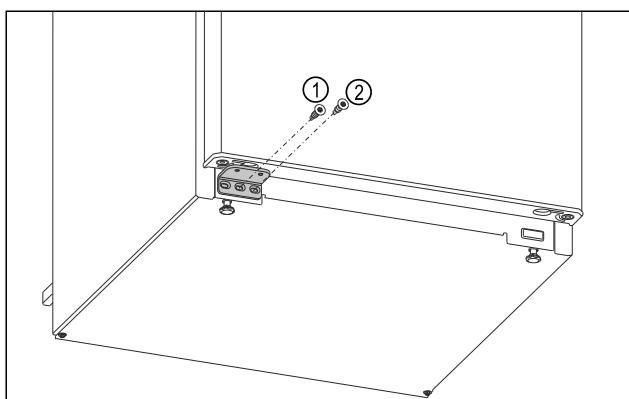

Fig. 17
- Затяните центральный винт опорного кронштейна Fig. 17 (1) отверткой Torx 20.
- Затяните внутренний винт опорного кронштейна Fig. 17 (2) отверткой Torx 20.